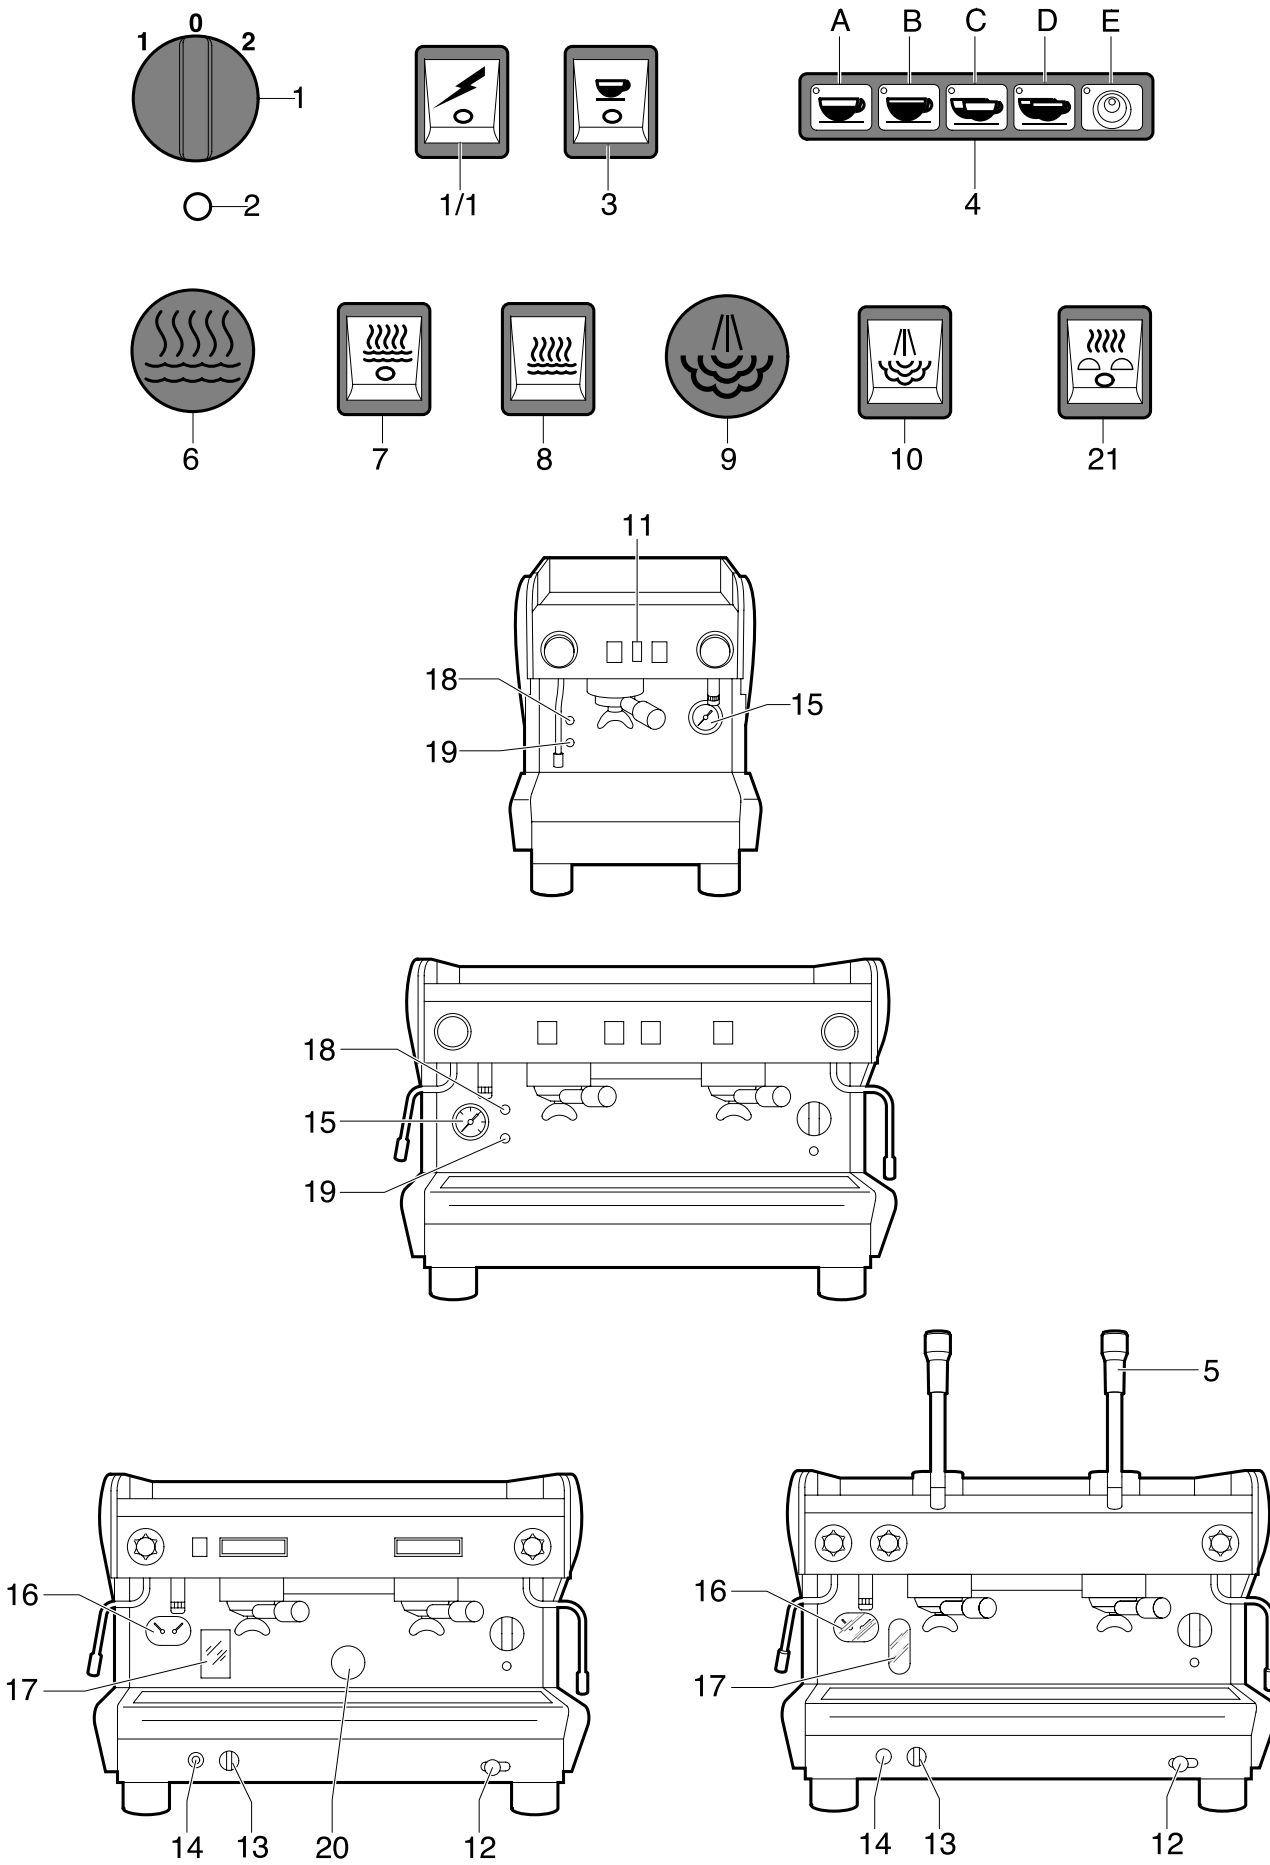

Fig. 8
7.1. Mandos Fig.8
7.2. Instrumentos de control (Fig.8)
- Esperar a que se alcance la presión de operación, aguja del manómetro 15, Fig.8, sobre la zona verde, y que la máquina alcance su correcto equilibrio térmico.
Modelo S26 - S27 Fig.8
- Accionar el interruptor general 1/1 Fig.8; se obtiene el llenado de la caldera y la entrada el funcionamiento del calefactor;
- Esperar a que se alcance la presión de ejercicio, aguja del manómetro 15, Fig. 8, sobre la zona verde, y que la máquina alcance su correcto equilibrio térmico.
Modelos MIDI - TECNA - SYSTEM, Fig. 8
- Accionar en sentido antihorario el interruptor general 1, Fig.8, sobre la posición 1; se activa la bomba que se encarga de llenar la caldera;
- Una vez alcanzado el nivel la bomba se para, luego girar en sentido horario el interruptor general 1, Fig.8, sobre la posición 2 para activar el calentamiento del agua en la caldera, después accionar cada uno de los grupos hasta que salga agua por ellos;
- Esperar a que se alcance la presión operativa, aguja en el manómetro 15 ó 16 Fig.8 sobre la zona verde, y que la máquina alcance el equilibrio térmico correcto.
Modelos SYSTEM con gas Fig.8
- Accionar en sentido antihorario el interruptor general 1, Fig. 8, en posición 1; se activa la bomba que se encarga de llenar la caldera;
- Una vez alcanzado el nivel la bomba se para, luego girar en sentido horario el interruptor general 1, Fig.8, sobre la posición 2;
- Girar el grifo del gas 13, Fig.8, en posición vertical de abierto y mantener apretado el pulsante incorporado, al mismo tiempo apretar repetidamente a fondo el pulsante del piezoeléctrico 14, hasta que la chispa encienda el gas generando la llama (observar la operación mirando por la ventana 20, Fig.8).
Modelos SYSTEM LE, Fig. 8